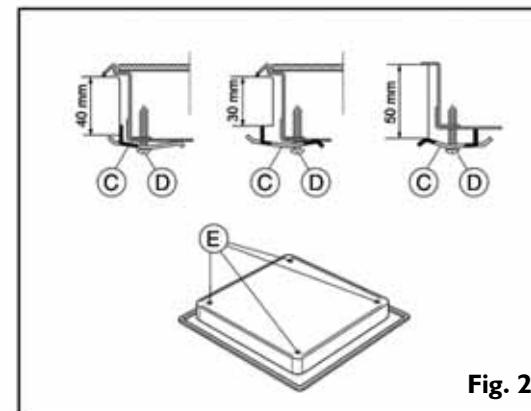

Fig. 2
**Attention :** si la table de cuisson doit être installée sur une surface autre qu'une surface en bois (marbre, plastique, céramique, pierre, etc.), rappelez-vous de demander les plaques de fixation auprès de votre Service Après-vente (fig. 2) Code 4819 404 78697.
- **Si le plan de travail est en marbre, en céramique, en pierre naturelle, etc.**, fixez la table de cuisson au moyen des étriers spéciaux (C) (fig. 2).
2. Positionnez les 4 étriers (C) comme indiqué dans la figure, en fonction de l'épaisseur du plan de travail spécifiée dans la fig. 2.
3. Fixez les 4 vis (D) aux positions marquées de la lettre (E) (fig. 2).